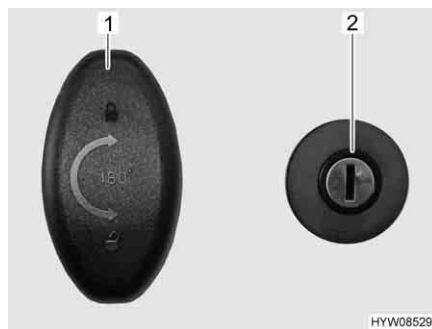

Fig. 44 Serratura della porta (porta del garage)
- Inserire la chiave nel cilindro della serratura (Fig. 44,2) e ruotare in senso orario. La chiusura centralizzata è sbloccata.
- Girare la la maniglia della serratura (Fig. 44,1) in senso antiorario di un mezzo giro e aprire la porta del garage.
- Girare la la maniglia della serratura (Fig. 44,1) in senso antiorario di un mezzo giro.
- Inserire la chiave nel cilindro della serratura (Fig. 44,2) e ruotare in senso antiorario. La chiusura centralizzata è bloccata.